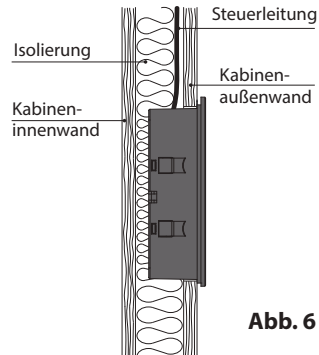

Abb. 6
6. Die Steuerleitung darf nur zwischen der Isolierung und der Kabinenaussenwand verlegt werden (Abb. 6).